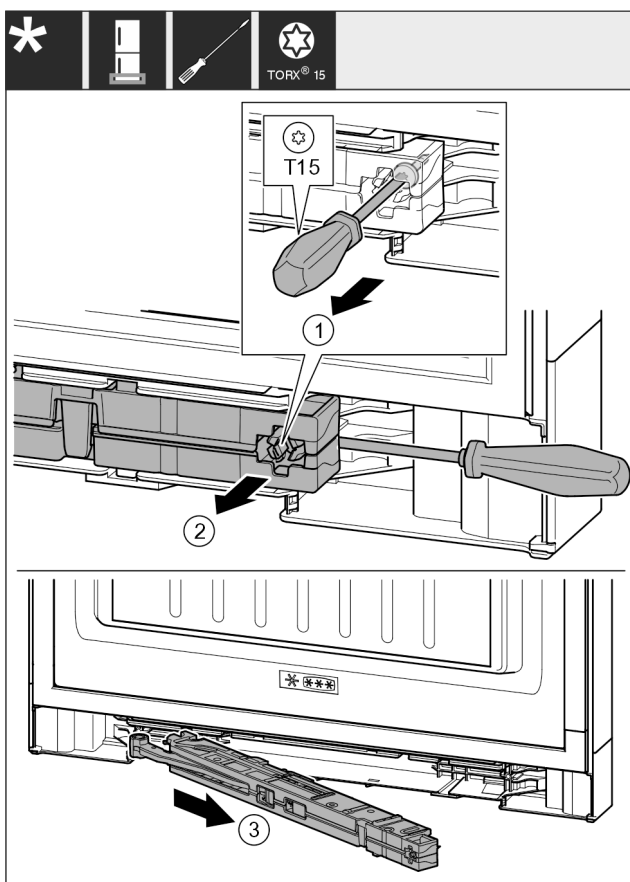

Fig. 17
- ▶ Schroef op de sluitdempereenheid met schroevendraaier T15 ca. 14 mm losdraaien. Fig. 17 (1)
- ▶ De schroevendraaier aan de kant van de greep achter de sluitdempereenheid aanbrengen. Eenheid naar voren draaien. Fig. 17 (2)
- ▶ Eenheid eruit trekken. Fig. 17 (3)